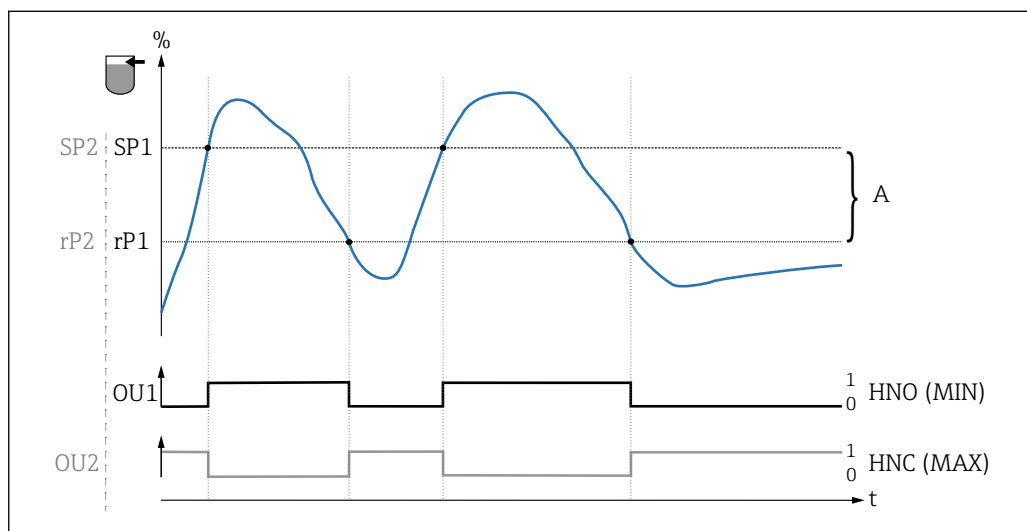

図 33 校正 (初期値)
3. スイッチポイントおよびスイッチバックポイントの測定値を入力します。スイッチポイント「SP1」/「SP2」の設定値は、スイッチバックポイント「rP1」/「rP2」より大きくなければなりません→ 図 33。